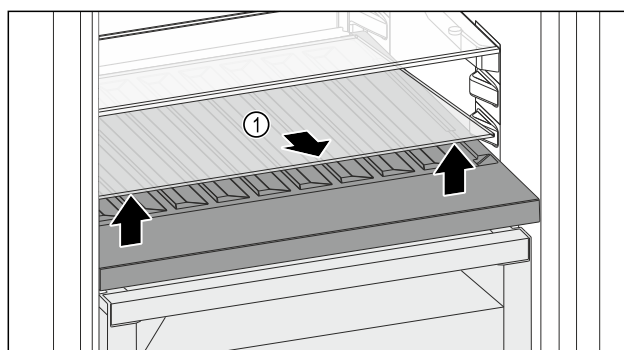

Fig. 113
- ▶ Skleněnou desku Fig. 113 (1) zvedněte za vybrání vpředu a vyjměte ji.
- ▶ Skleněnou desku Fig. 113 (1) uložte bezpečně mimo spotřebič.